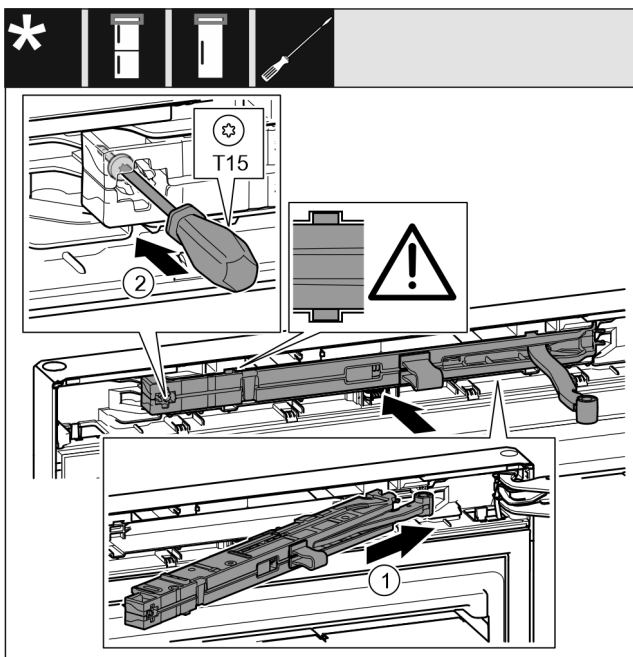

Fig. 22
- ▶ Schließdämpfereinheit *Fig. 22 (1)* auf der Lagerbockseite bis zum Anschlag schräg in die Aussparung einschieben.
- ▶ Schraube *Fig. 22 (2)* mit einem Schraubendreher festschrauben.